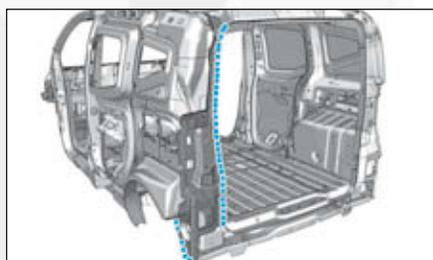

FIG.195
- Souder par points électriques (Fig.195).